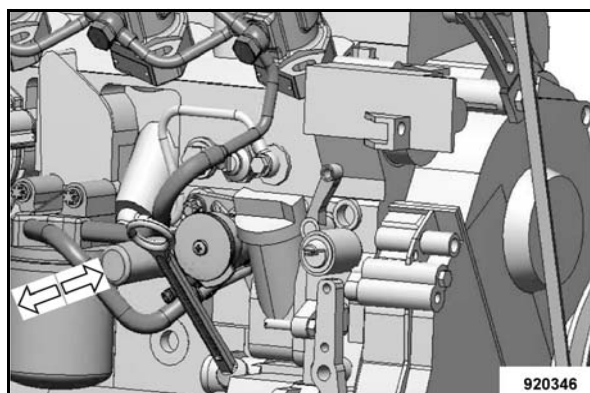

Fig. 149
- Actionner la pompe manuelle (Fig. 149) jusqu'à ce qu'une résistance importante se fasse sentir et qu'une pression a été générée.